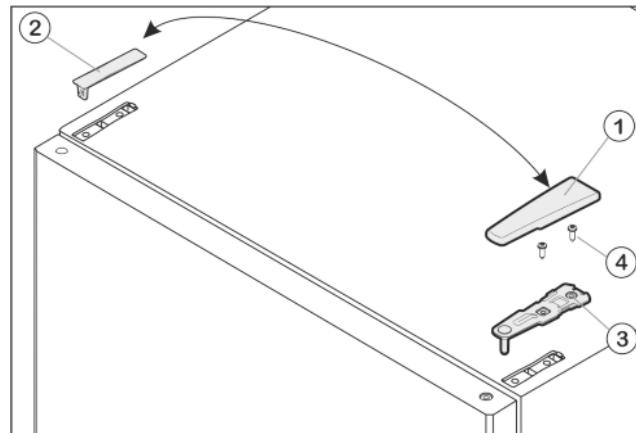

Fig. 8
- Потяните крышку Fig. 8 (1) вперед и вверх.
- Снимите крышку Fig. 8 (2).
- Открутите верхний опорный кронштейн Fig. 8 (3) (2 шт. Torx® 25) Fig. 8 (4) и вытяните вверх.
- ▶ Установите верхний опорный кронштейн Fig. 8 (3) на новой стороне шарнира и защелкните в дверце.
- ▶ Привинтите верхний опорный кронштейн (**с моментом 4 Нм**) (2 шт. Torx® 25) Fig. 8 (4). При необходимости проделайте отверстия или используйте аккумуляторную отвертку.
- ▶ Наденьте и защелкните крышку Fig. 8 (1) и крышку Fig. 8 (2) на противоположной стороне снаружи.